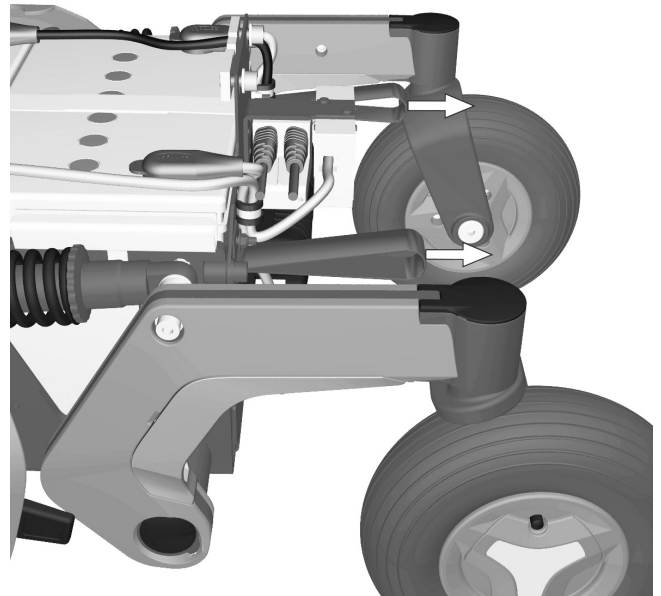

Abbildung 26. Batterien und Elektronik mit Hilfe der Batteriebänder aus dem Fahrgestell ziehen.
8. Batterien mit Hilfe der Batteriebänder aus dem Fahrgestell ziehen. Siehe Abbildung. 26.